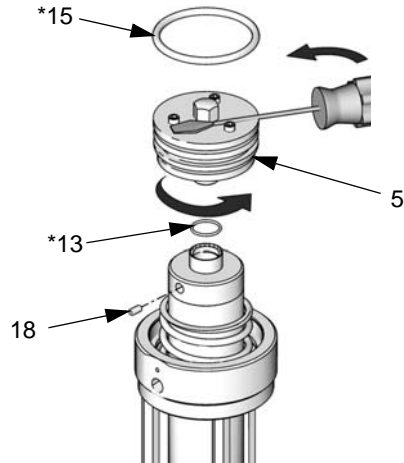

FIG. 11: Válvula neumática serie A
2. *Sólo motores neumáticos de serie A:* Afloje el tornillo de fijación (18) y desatornille la válvula de aire (5). Si es necesario ayudar al giro, coloque en cuña el filo de un destornillador entre las cabezas de los tornillos y la cabeza hexagonal de la válvula de aire (5). Deseche los artículos 5, 13, 15 y 18. Consulte FIG. 11.